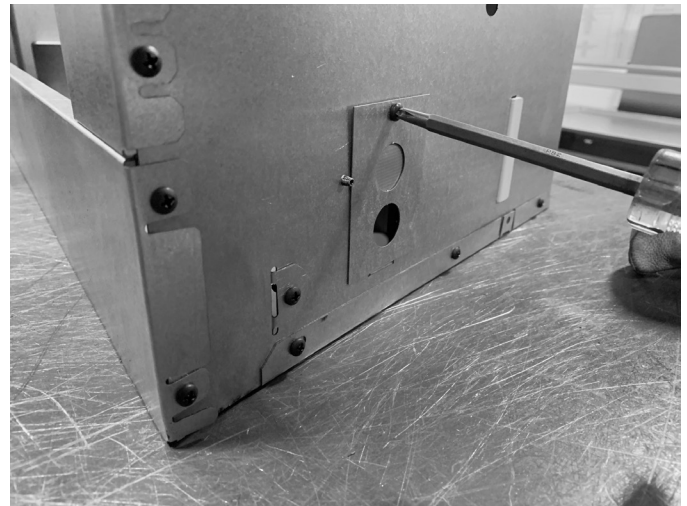

Figure 5.1 Retrait du couvercle de la boîte de jonction
- Retirez la vis qui fixe le couvercle de la boîte de jonction à la coque extérieure. Tirez sur le couvercle de la boîte de jonction pour le désengager de la coque extérieure. Voir la figure 5.1.